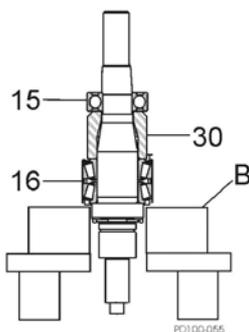

Abb. 45 Lager von der Welle entfernen
- Verwenden Sie eine Hydraulikpresse und V-Blöcke (Abb. 45, Pos. B), um die Lager (Pos. 15 und 16) und Distanzhülsen (Pos. 30) zu entfernen.